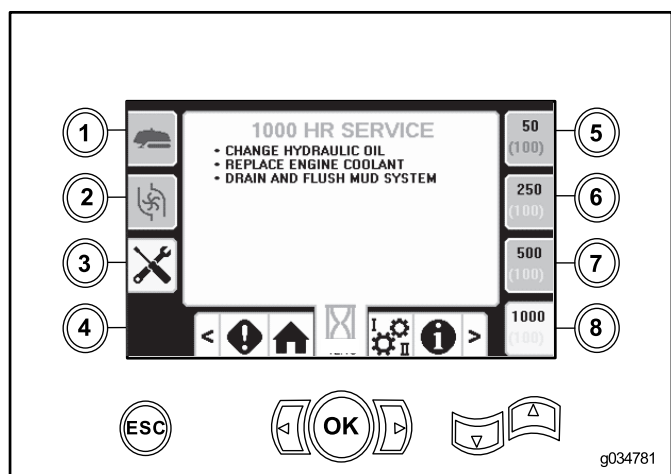

Рисунок 47
- Кнопка 8 – 1 000 часов (Рисунок 47)